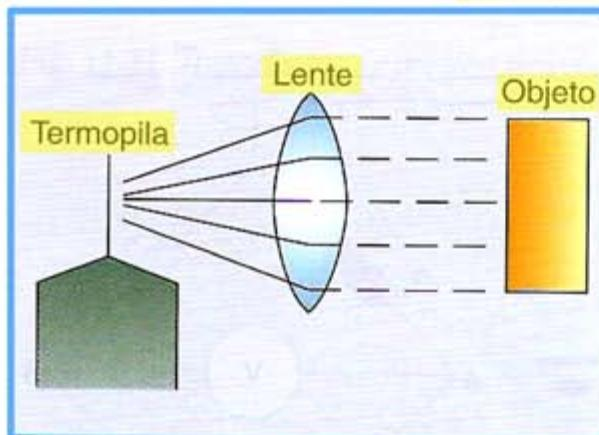

Fig. 11.38. Pirómetro de radiación.
- **Pirómetros de radiación total**. Formados por una lente que convierte la radiación del objeto caliente en una termopila de pequeñas dimensiones (Fig. 11.38).